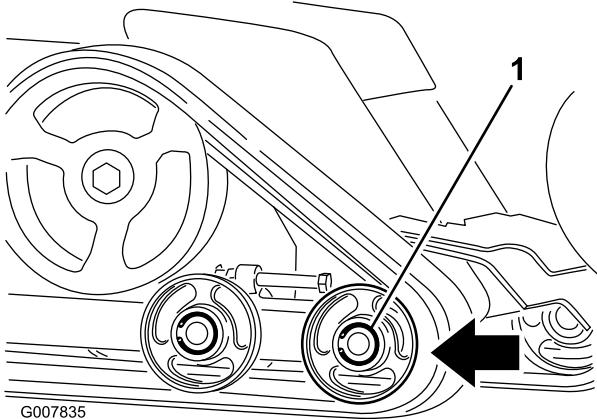

Figura 48
- Spingete indietro la ruota anteriore non motrice quanto più possibile (Figura 48).
8. Dopo avere liberato il cingolo dalla ruota non motrice, toglietelo dalla macchina (Figura 48).
9. Avvolgete il nuovo cingolo iniziando dalla ruota conduttrice e controllando che i denti del cingolo si posizionino tra i distanziali della ruota stessa (Figura 48).
10. Spingete il cingolo sotto le ruote non motrici (Figura 48).